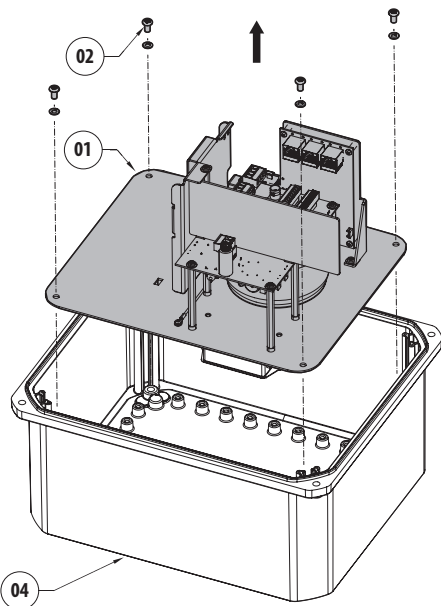
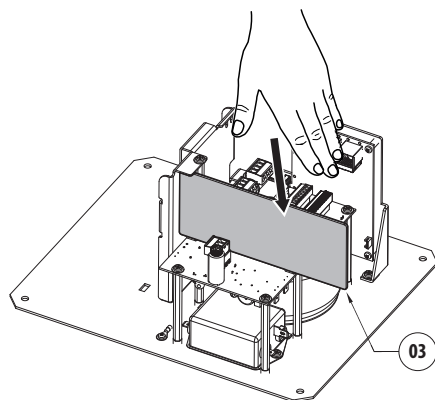

Fig. 7
Fig. 8
Saisir la plaque de division (03), soulever le bloc intérieur (01) et le sortir du boîtier (04) (Fig. 7, page 11 et Fig. 8, page 11).